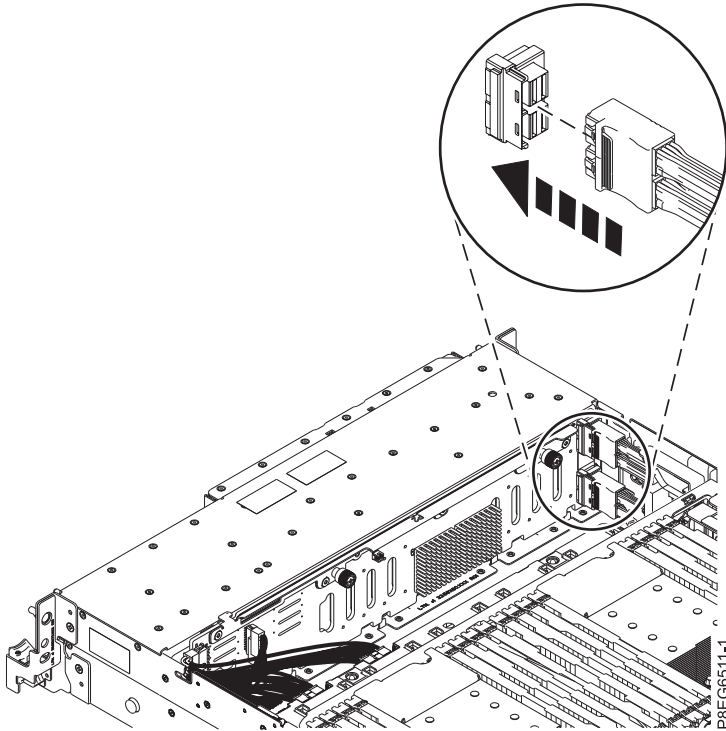

Figure 9. Reconnexion du câble SAS
- Reconnectez les câbles SAS avant au port de connecteur du fond de panier de l'unité de disque, comme illustré à la figure 9, à la page 10. Appuyez sur le connecteur jusqu'à ce que vous entendiez un clic.